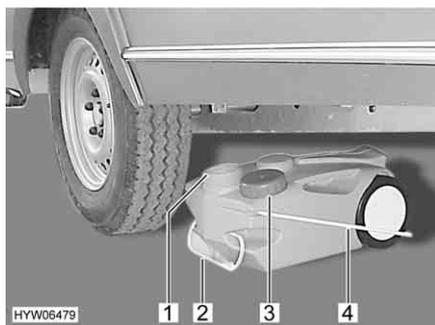

Bild 168 Abwassertank, fahrbar
- Öffnung des Abwassertanks (Bild 168,1) mit dem Deckel (Bild 168,3) schließen.
- Den Abwassertank am Griff (Bild 168,2) herausziehen.
- Tragegriff (Bild 168,4) nach oben klappen und Abwassertank aufstellen.